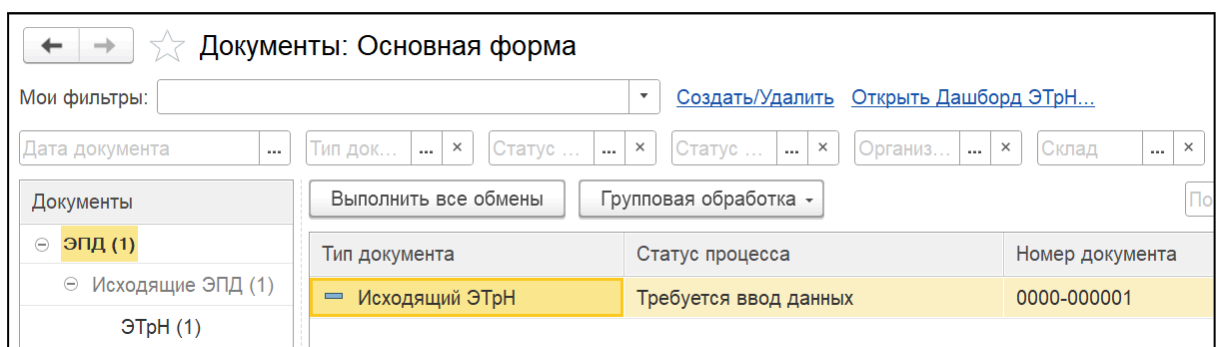

Рис. 115. Главное окно
2. В программном обеспечении «Zakupki.ЭТрН» в главном окне нажмите «Выполнить все обмены» и откройте исходящую ЭТрН (рис. 115).